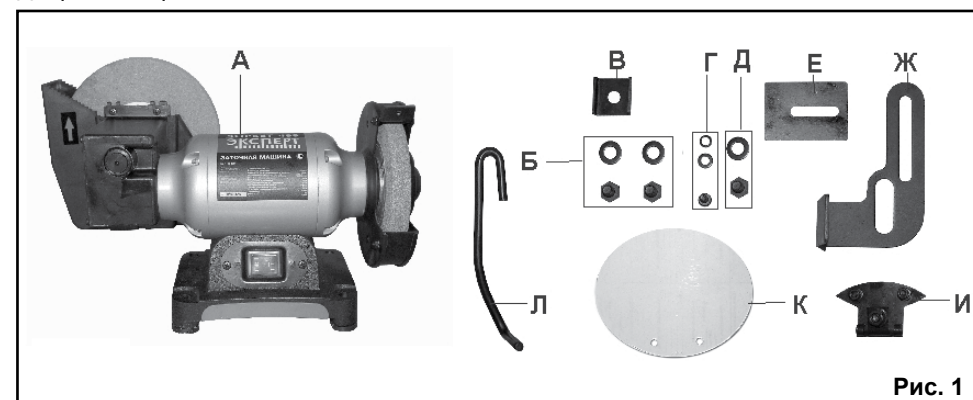

Рис. 1
5. КОМПЛЕКТНОСТЬ (Рис.1)
В комплект поставки входит (Рис.1):